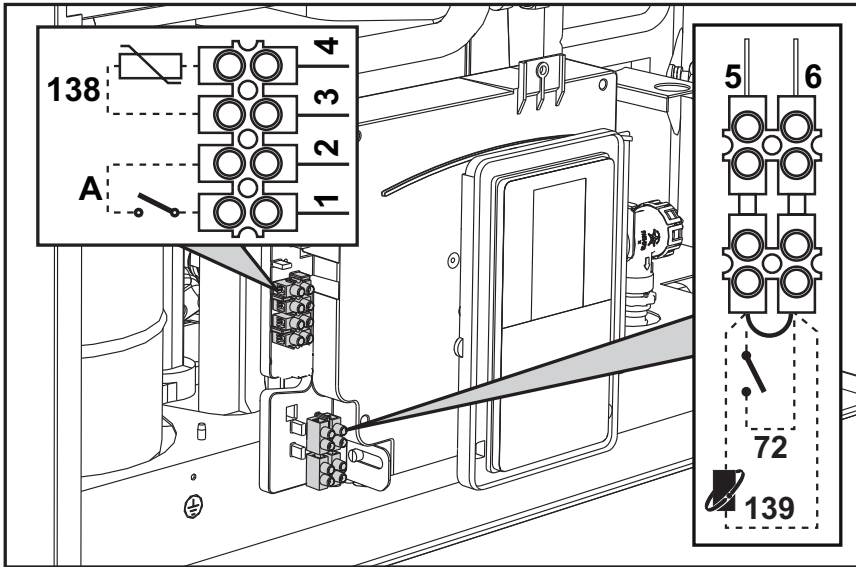

fig. 28
Dopo aver tolto il pannello frontale (sez. "Apertura del pannello frontale" a pag. 41) è possibile accedere alle morsettiere (M) e al fusibile (F) seguendo le indicazioni descritte di seguito. **I morsetti indicati nella fig. 28 devono essere a contatti puliti (non 230V).** La disposizione dei morsetti per i diversi allacciamenti è riportata anche nello schema elettrico alla fig. 51.
Configurazione Interruttore ON/OFF (A fig. 28)